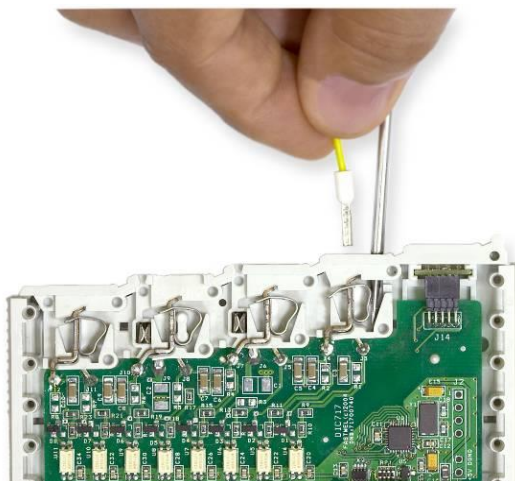

Рис. 3.3 Установка провода
1. Предварительно разжать пружину контакта с помощью отвёртки, аккуратно вставив её в отверстие над соответствующим пружинным контактом, как показано на Рис. 3.3;